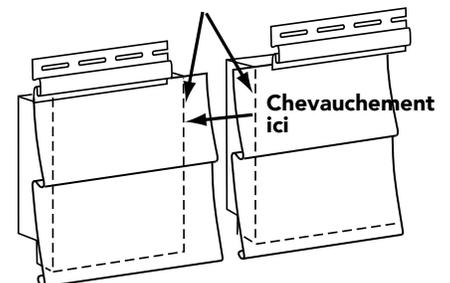

Figure 37
- Lorsqu'on fait chevaucher des panneaux de parement isolé en vinyle, aucun espace n'est requis entre les mousses : veiller à abouter les pièces de mousse (Figure 37), sauf si l'installation est par temps froid (toujours consulter Abtco).